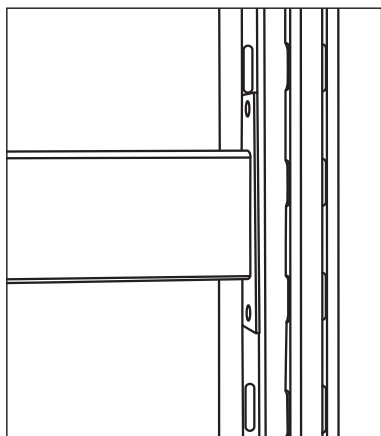
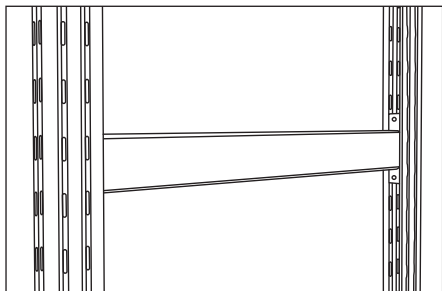
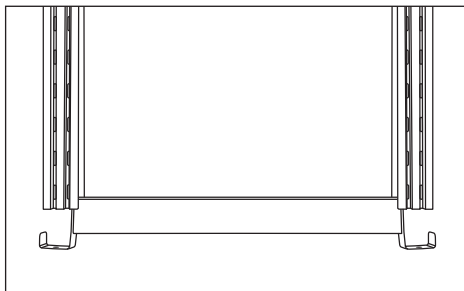
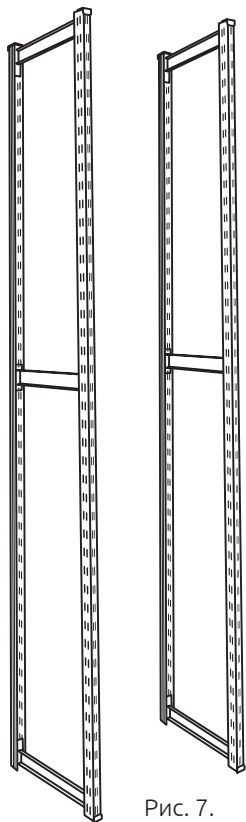

Рис. 3. Стойка с поперечиной.
Рис. 5. Поперечина с двумя стойками.
Рис. 6. Стяжка-опора.
Рис. 7.
1. Взять стойку и вставить поперечину в первый паз от загнутого края стойки (рис. 3 и 4), аналогичным образом вставьте поперечину во вторую стойку (рис. 5), затем вставьте с торцов стоек стяжки-опоры (рис. 6) вверху и внизу (если не используете подпятник в комплекте со скобой, для крепления стеллажа к полу) и у вас получится рама стеллажа. Аналогичным способом соберите вторую раму стеллажа (рис. 7).